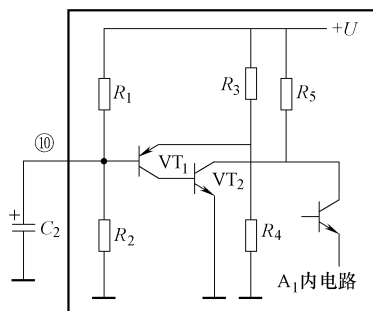

图 13-24 示意图
一些 OTL 功率放大器集成电路内电路中,为了消除接通电源时扬声器中发出“砰”的冲击噪声,在集成电路内电路中设置了开机静噪电路,如图 13-24 所示,其外电路中接入一只静噪电容,如图所示是集成电路静噪引脚⑩脚内电路及外电路,这一电路的特征是在静噪引脚⑩与地之间接入开机静噪电容的  $C_2$ 。